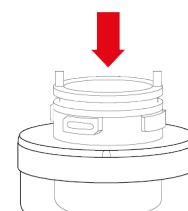

Fig. 1-28
27.7 – Inserire il sanificante all'interno del tappo per sanificazione mantenendolo rivolto verso l'alto, vedi Fig. 1-28.